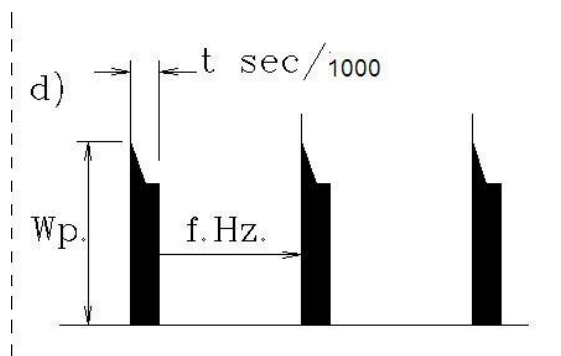

Fig.4
- Agendo sui pedali di attivazione, oppure sui pulsanti del manipolo a controllo manuale, una differente nota acustica ed una segnalazione luminosa sul monitor indicherà quale è la Funzione in uscita, CUT o COAG, l'emissione con una modulazione ON – OFF Fig 4. alla frequenza e tempo impostati, durerà fino a quando pedale o manipolo saranno azionati.